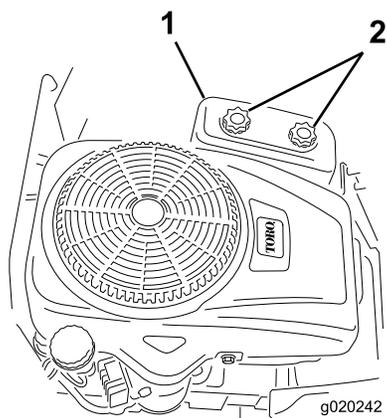

図 31
4. エアクリーナカバーを固定している2つのノブをゆるめてカバーを外す 図 31。
3. エアクリーナカバーを取り付けて2つのノブを締め付ける 図 31。